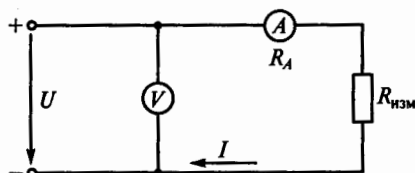

Рис. 170
**5.36.Р.** В схеме, показанной на рис. 170, вольтметр показывает 1 В, а амперметр 0,1 А. Сопротивление амперметра  $R_A = 0,1$  Ом. Каково измеряемое сопротивление  $R_{изм}$ ?